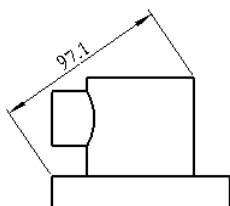
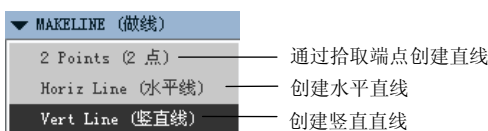
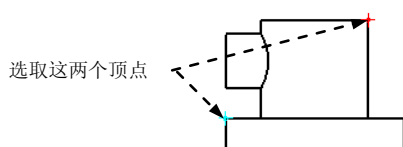
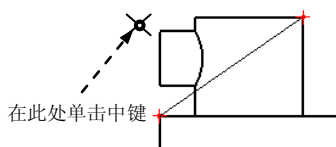

图 5.2.33 尺寸显示
图 5.2.34 “做线”下拉菜单
图 5.2.35 选取顶点
图 5.2.36 选取放置位置
➤ 标注图 5.2.33 所示的尺寸, 可以按照如下的方法操作。
Step3. 此时系统弹出 **▼ ATTACH TYPE (依附类型)** 菜单，选择 **Make Line (做线)** 命令，此时系统弹出图 5.2.34 所示的 **▼ MAKELINE (做线)** 下拉菜单，在该菜单中选择 **2 Points (2 点)** 命令，按住 Ctrl 键选取图 5.2.35 所示的两顶点，在图 5.2.36 所示的位置单击中键，此时在视图中显示尺寸，如图 5.2.33 所示。